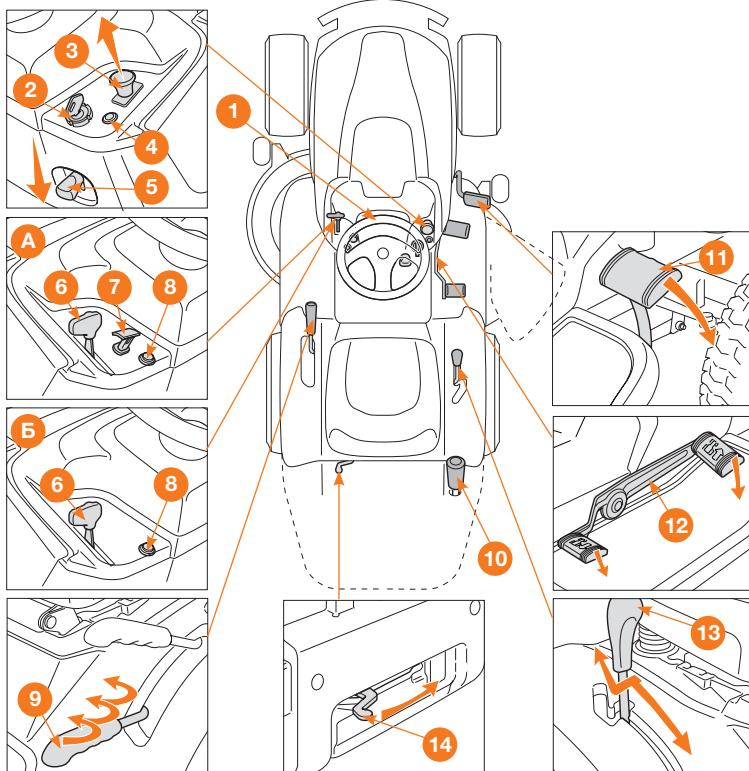

Рис. 20
Руль управления (рис. 20 ①)
Ключевой переключатель (рис. 20 ②)
Грибовидная кнопка (рис. 20 ③) позволяет подключить режущие приспособления посредством электромагнитного сцепления
Индикаторная лампочка (рис. 20 ④) загорается, когда ключ (рис. 20 ⑤) находится в положении «ХОД» и продолжает всегда гореть во время работы.
У рычага включения имеется два положения (рис. 20 ⑤), которые соответствуют следующему:
- ↓ 1. Тормоз отключен. Чтобы выключить стояночный тормоз, нажмите педаль (рис. 20 ⑪). Рычаг вернется в положение отключенного тормоза.
- (P) 2. Тормоз включен. Чтобы включить стояночный тормоз, нажмите до упора педаль (рис. 20 ⑪). и установите рычаг в положение включенного тормоза; после того, как вы уберете ногу с педали, она останется заблокированной в нижнем положении.
На моделях DLT 98HV (DLT 98H) установлен отдельный рычаг управления воздушной заслонкой (рис. 20 ⑦)
Кнопка разрешения скашивания на заднем ходу (рис. 20 ⑧)
Этот рычаг, извлекаемый из специального гнезда, позволяет опрокинуть и опорожнить контейнер для сбора травы, уменьшая усилие, прилагаемое оператором (рис. 20 ⑩).
Эта педаль выполняет двойную функцию (рис. 20 ⑪):
Чтобы переключиться с одной передачи на другую, следует нажать до половины хода педаль (Рис. 20 ⑮) и переместить рычаг в соответствии с указаниями, изложенными на ярлыке.
При помощи этой педали можно включить привод колес и регулировать скорость машины при движении вперед и назад (рис. 20 ⑯):
Если педаль привода нажимается в направлении переднего или заднего хода, когда включен стояночный тормоз (рис. 20 ⑮), двигатель выключается.
У этого рычага имеется два положения, указанные на табличке (рис. 20 ⑰):
Чтобы избежать повреждения узла трансмиссии, при проведении этой операции двигатель должен быть выключен, а педаль (рис. 20 ⑯) должна находиться в нейтральном положении.